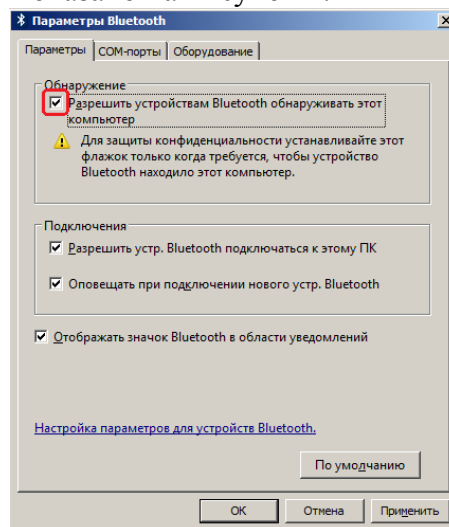

Рисунок 4. Установка разрешения Bluetooth устройствам обнаруживать компьютер с Bluetooth адаптером.
Для подключения к компьютеру мобильных устройств с Bluetooth приемопередатчиком в параметрах Bluetooth адаптера компьютера необходимо разрешить устройствам Bluetooth обнаруживать компьютер, как показано на Рисунок 4.
3. Для подключения к компьютеру N1 мобильных устройств с Bluetooth приемопередатчиком в параметрах Bluetooth адаптера компьютера разрешите обнаружение, как показано на Рисунок 4.